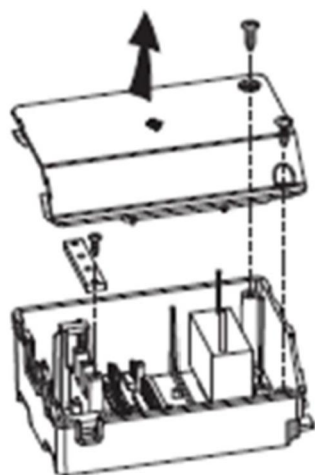

Рис.1
2. Найдите распределительную коробку, открутите винты на крышке распределительной коробки, затем снимите крышку распределительной коробки (рис.1).